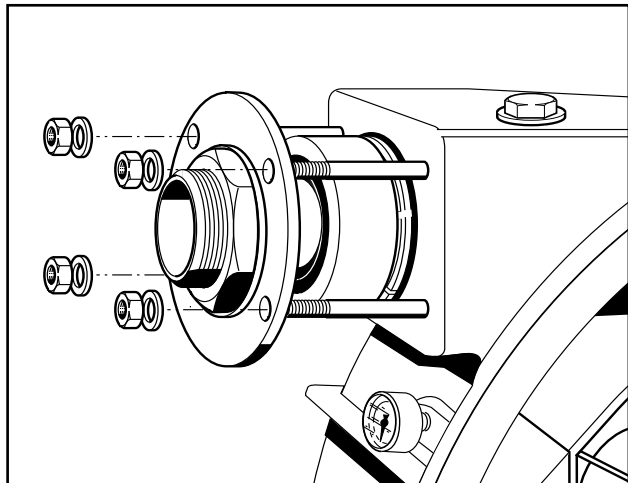

Fig. 28 Smontaggio del raccordo
5. Poi alla diminuzione della pressione di mandata le rondelle (Fig. 28) vengono rimosse, o ad un aumento della pressione di mandata vengono messe altre rondelle. Se vengono modificate le rondelle, fare attenzione che queste vengano modificate nella stessa misura sotto ai pattini. Le quote devono corrispondere esattamente alla tabella (vedi sotto).